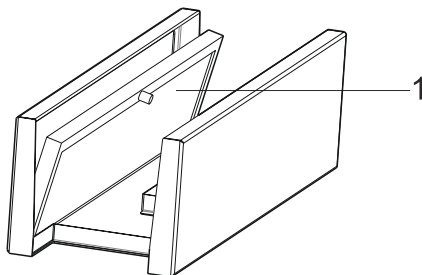

Fig. 5
3. ➤ ■ Dra upp fettfiltret (Fig. 5).